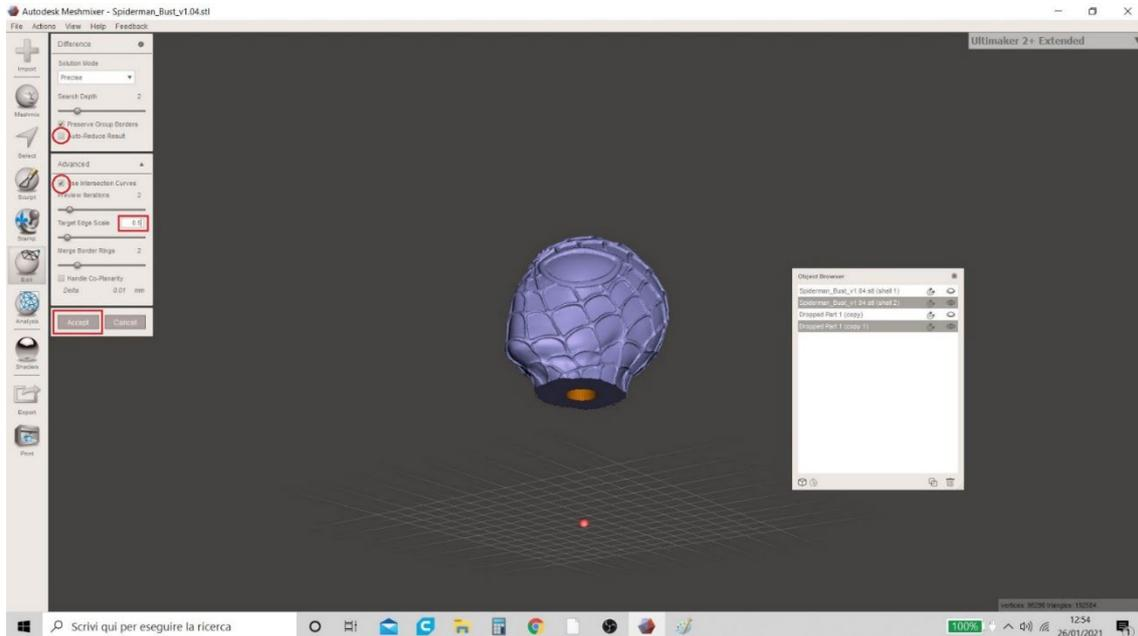

Figura 21 Meshmixer
14. Tutte le operazioni vengono ripetute e una volta cliccato su "Accetta" l'utente visualizzerà anche il foro nel modello "Shell 2" (Figura 21 Meshmixer).